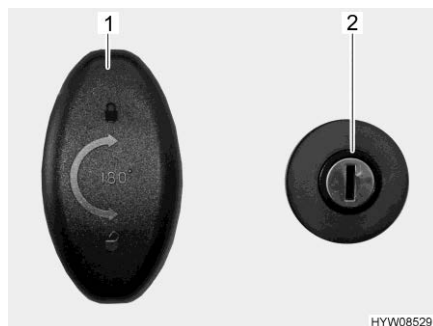

Fig. 45 Serratura della porta (porta del garage)
- Inserire la chiave nel cilindro della serratura (Fig. 45,2) e ruotare in senso orario. La chiusura centralizzata è sbloccata.
- Girare la maniglia della serratura (Fig. 45,1) in senso antiorario di un mezzo giro e aprire la porta del garage.
- Girare la maniglia della serratura (Fig. 45,1) in senso antiorario di un mezzo giro.
- Inserire la chiave nel cilindro della serratura (Fig. 45,2) e ruotare in senso antiorario. La chiusura centralizzata è bloccata.